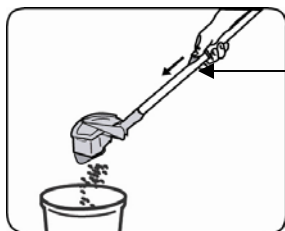

Fig. 11
2. Levante el recipiente de la tierra, que está conectado al mango. Sosténgalo sobre un cesto de basura y presione el botón para vaciarlo ubicado en el mango. (Fig. 11)